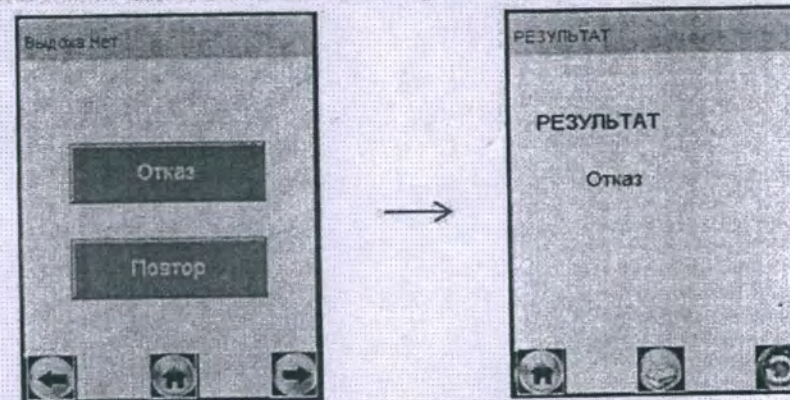

Рисунок 23 – Результат «Отказ от измерений»
2.10.1 Если при выполнении 2.8.12 настоящего РЭ выдох не был сделан своевременно, то окно готовности к отбору пробы «**Дуйте**» сменится окном «**Выдоха нет**» (рисунок 23, слева).
2.10.2 В случае отказа обследуемого от проведения измерений (обследуемый отказывается делать выдох) в анализаторе предусмотрена возможность прервать процедуру измерений, зафиксировав при этом факт отказа от измерений (если в этом имеется необходимость). Для этого нажмите на виртуальную кнопку «**Отказ**» – на экране появится сообщение об отказе от измерений (рисунок 23, справа).